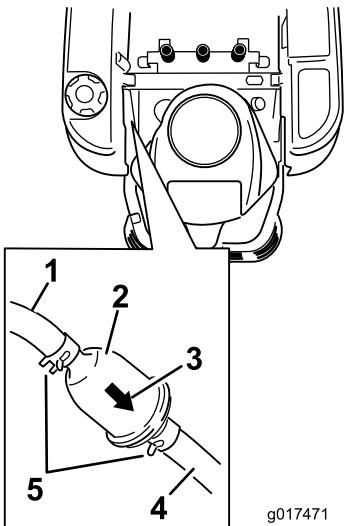

Bild 46
3. Ermitteln Sie den Kraftstofffilter an der rechten Seite des (Bild 46).
4. Drücken Sie die Enden der Schlauchklemmen zusammen und schieben Sie sie vom Filter weg (Bild 46).
7. Schieben Sie die Schlauchklemmen eng an den Filter (Bild 46), um ihn zu befestigen.